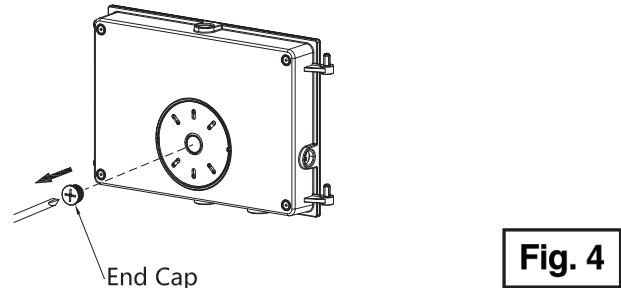

Fig. 4
4. Remove the end cap plug. (See Fig. 4)